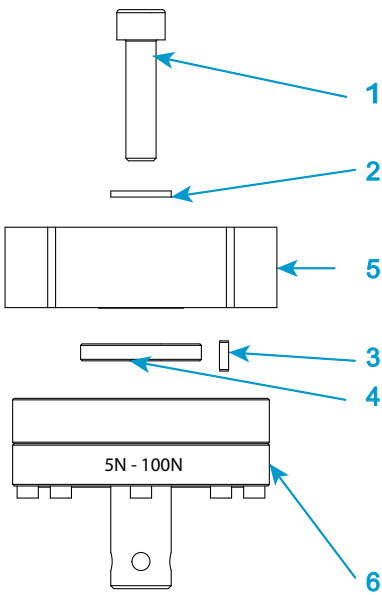

图 15. 安装 2530 系列载荷传感器（容量 5 N 至 100 N）
图标 图 15
- 1. 请参阅 第 76 页图 15 及其相关说明。